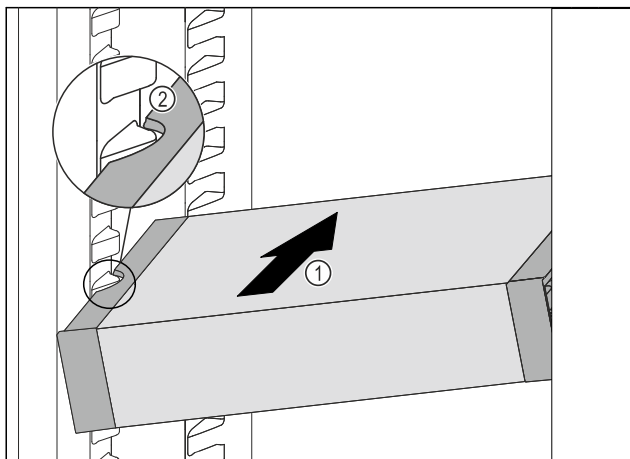

Fig. 101
- Introduzca el VarioSafe en posición oblicua en el compartimento del frigorífico Fig. 101 (1) hasta que los huecos laterales Fig. 101 (2) del VarioSafe se encuentren a la altura de la nervadura del recipiente en el compartimento frigorífico.